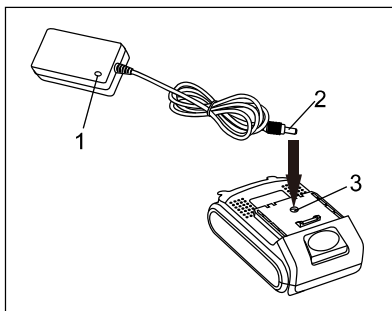

Рис.2
1. Включите зарядное устройство в сеть. Индикатор (1) загорится зеленым. ( Рис.2)
2. Подключите зарядное устройство (2) в разъем для подключения (3) на аккумуляторной батарее . Индикатор (1) загорится красным. Это означает, что началась зарядка батареи.
3. После окончания заряда батареи индикатор (1) загорится зеленым.